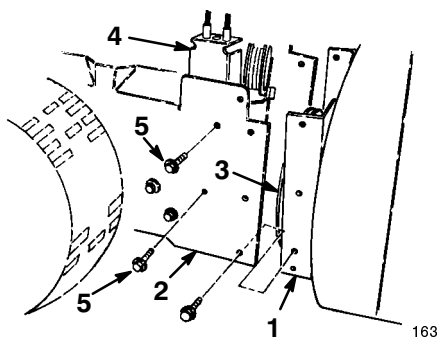

Figure 2
1. Déposez les 2 boulons à embase qui fixent l'ensemble de poulies folles au châssis du moteur, puis déposez l'ensemble de poulies folles (Fig. 2).
2. Alignez les trous de montage du carter de tarière/roue hélice et du châssis moteur (Fig. 2).
3. Mettez la courroie en place sur la poulie de roue hélice (Fig. 2).
5. Remontez l'ensemble de poulies folles en alignant les poulies folles par rapport aux courroies (Fig. 2).